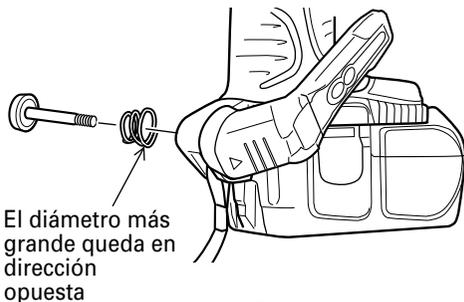

Fig. 13
- (c) Instale el gancho y el resorte en el otro lateral y asegure firmemente con el tornillo. (Fig. 13)
Preste atención a la orientación del resorte. El diámetro más grande debe quedar opuesto a usted. (Fig. 13)